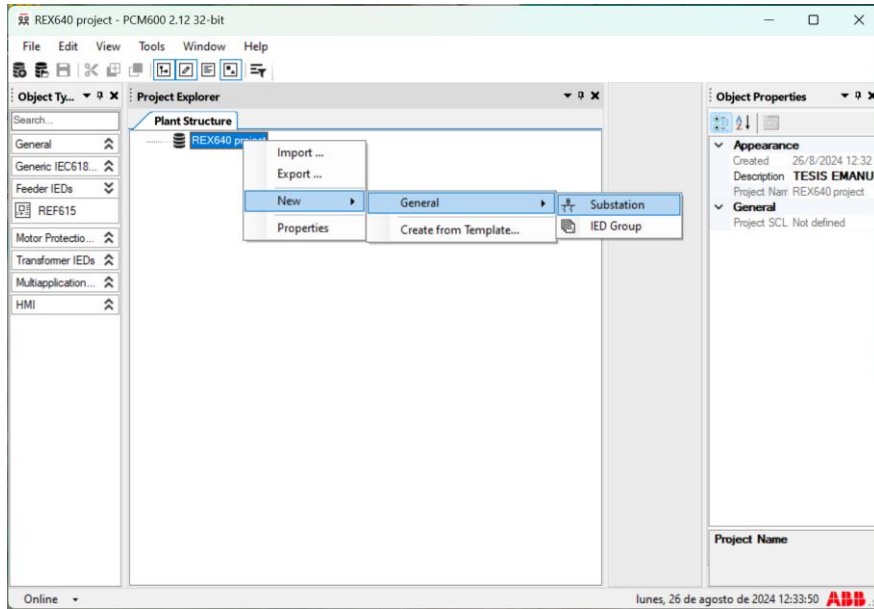
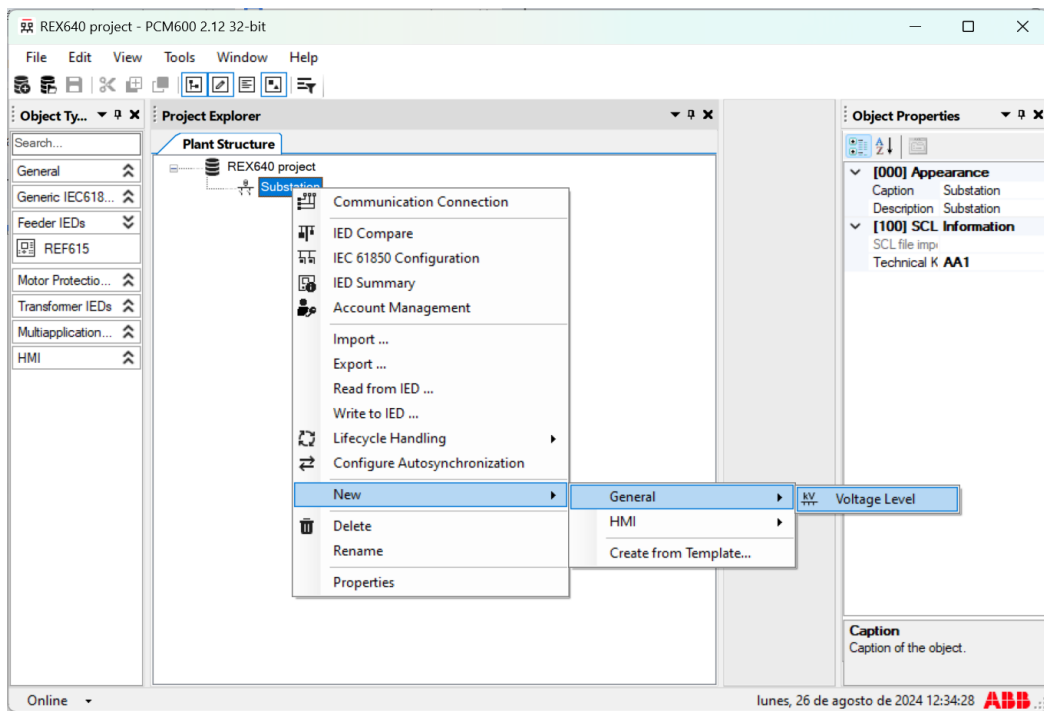

Imagen 19_Creación de una subestación en PCM600.
Imagen 20_Asignación de voltaje en PCM600.
1.5 Dentro del proyecto nos aparecerá una ventana como la de la **Imagen 19**, donde observaremos la estructura de la planta que hemos creado, ésta tendrá el nombre que le asignamos anteriormente. A continuación, empezaremos a crear la estructura de nuestro relevador, donde primero crearemos una subestación seleccionando New-General-Substation como se observa en la **Imagen 20**, recordando que a nuestra subestación se le puede asignar un nombre dando doble clic en ésta una vez que se haya creado.